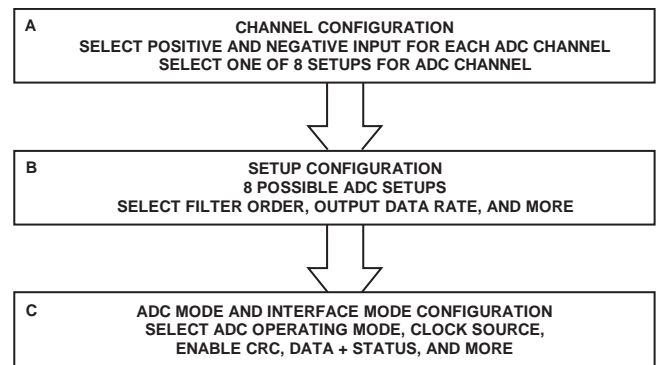

図 45. 推奨する ADC 設定のフロー
ADC の設定を変更するときの推奨フローの概要を図 45 に示します。このフローは 3 つのブロックに分かれています。
- チャンネル設定（図 45 のボックス A を参照）
- セットアップ設定（図 45 のボックス B を参照）
- ADC モードとインターフェース・モードの設定（図 45 のボックス C を参照）